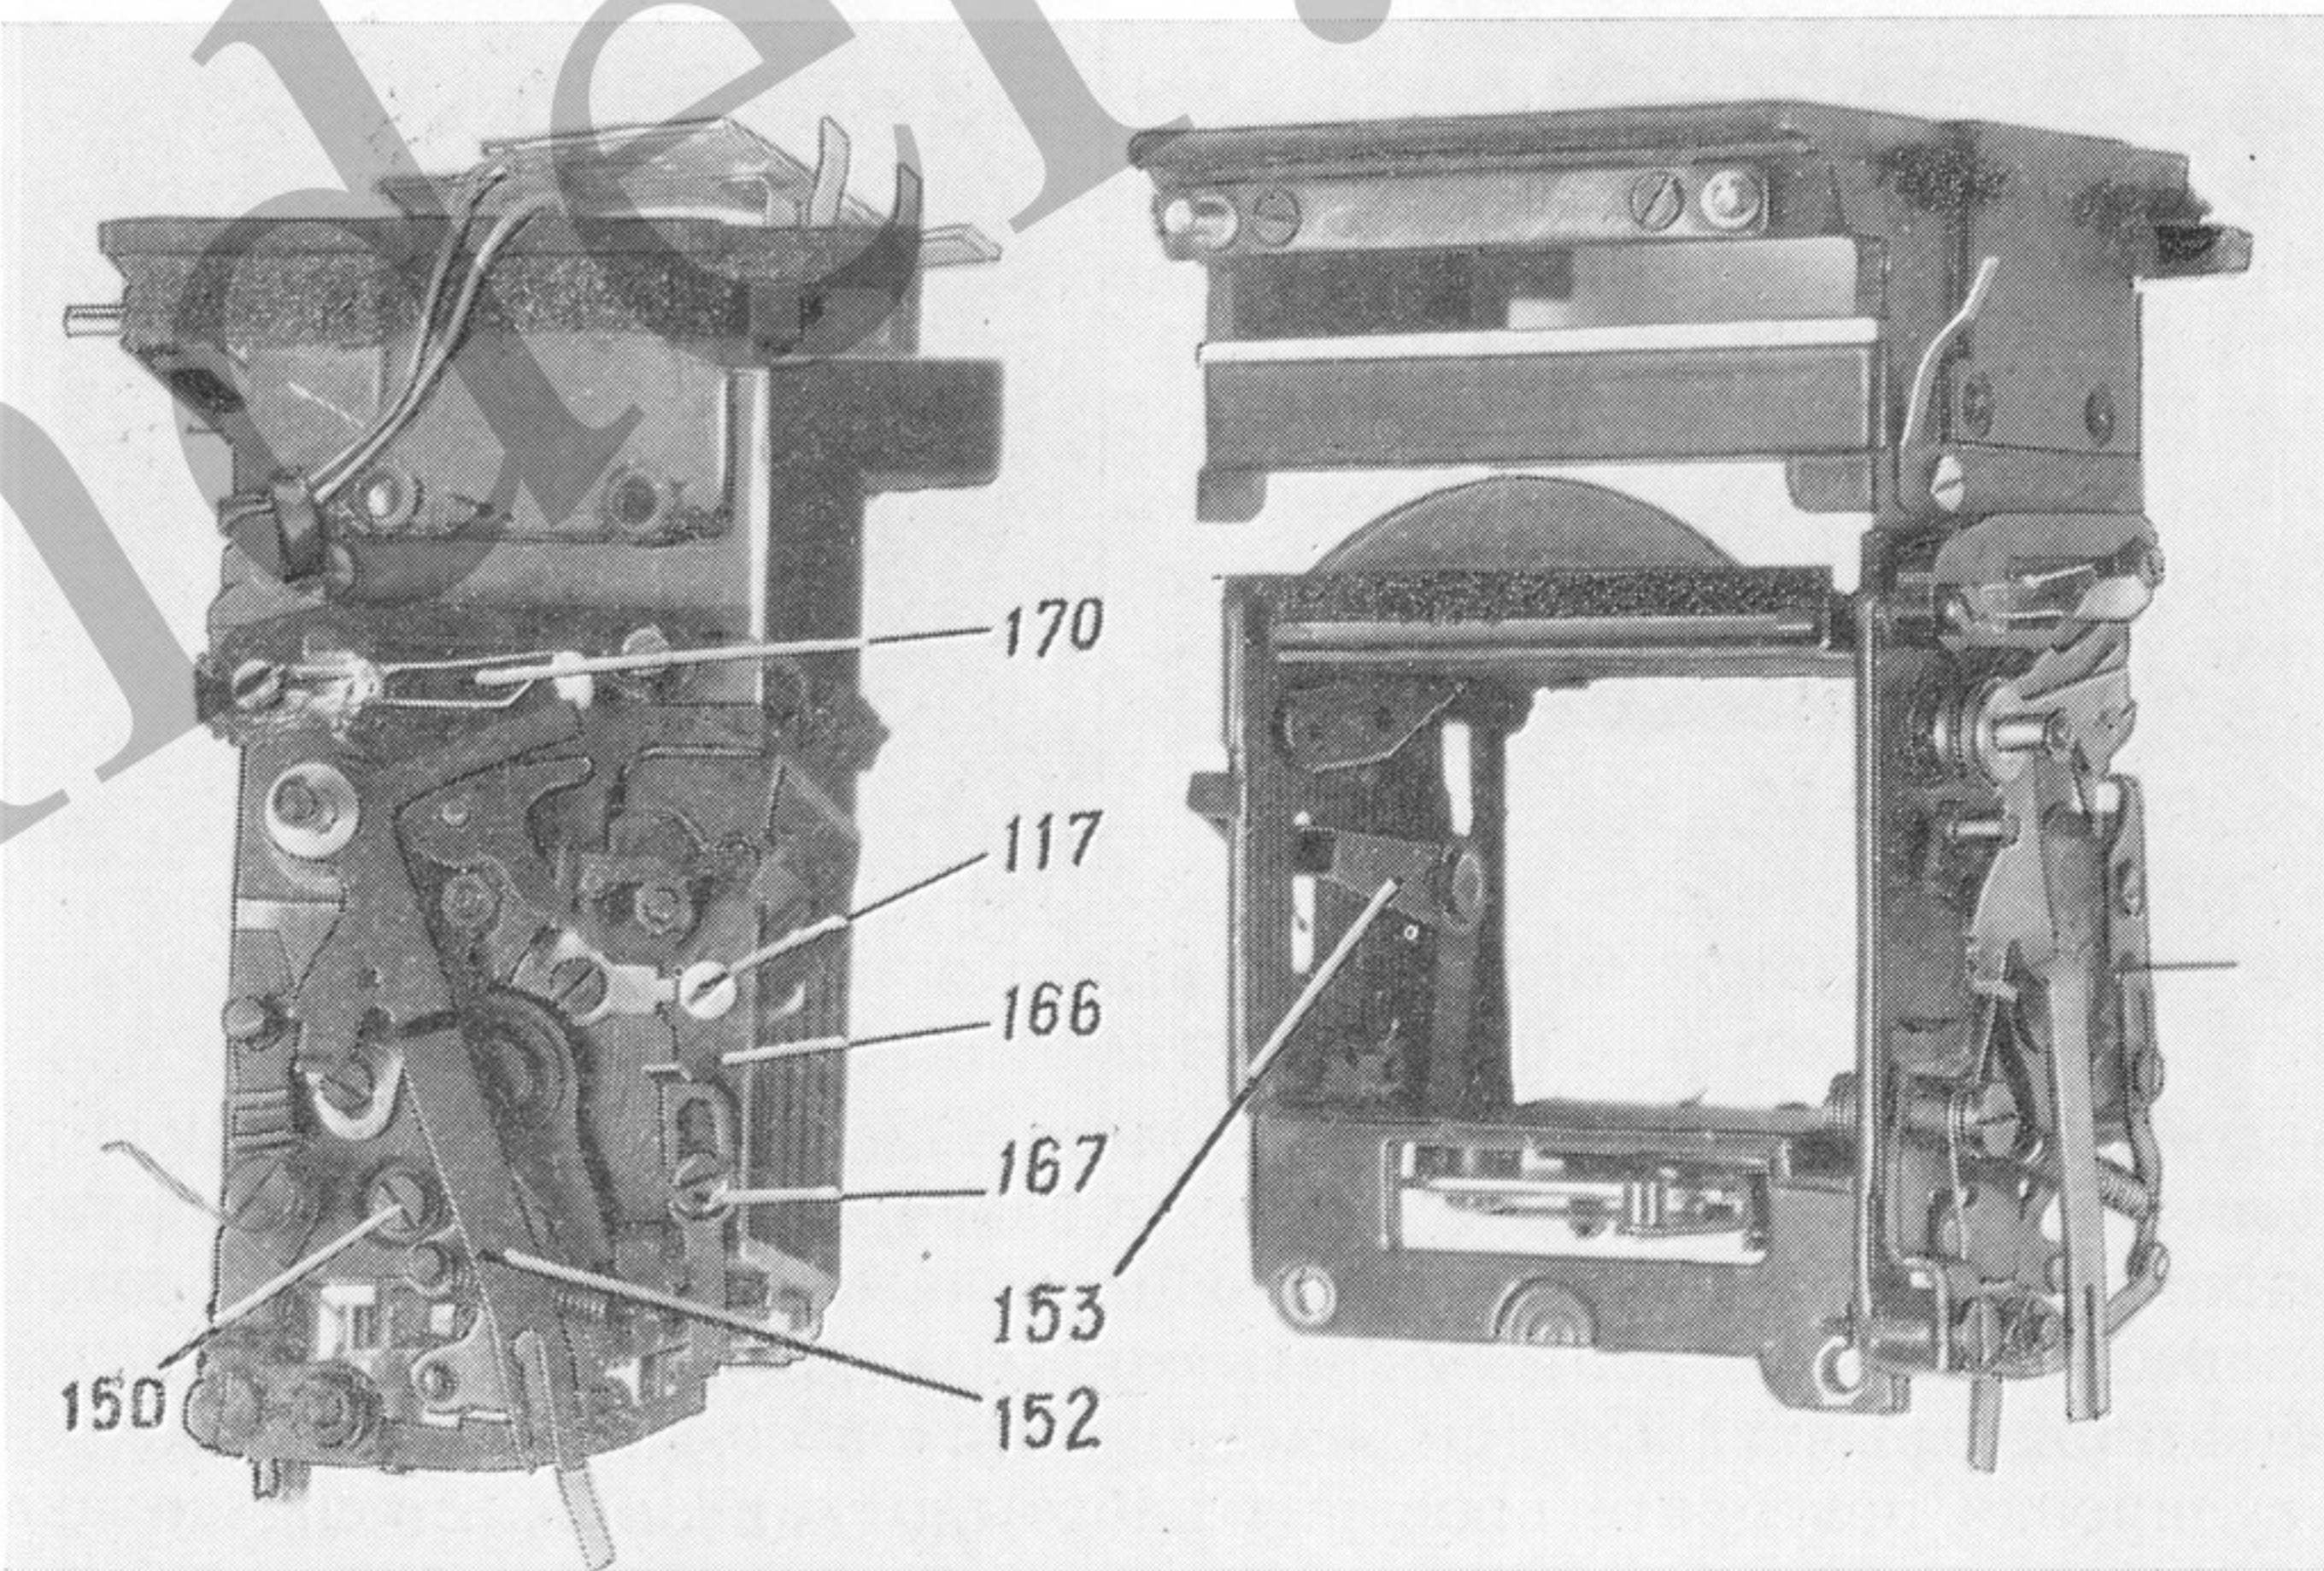
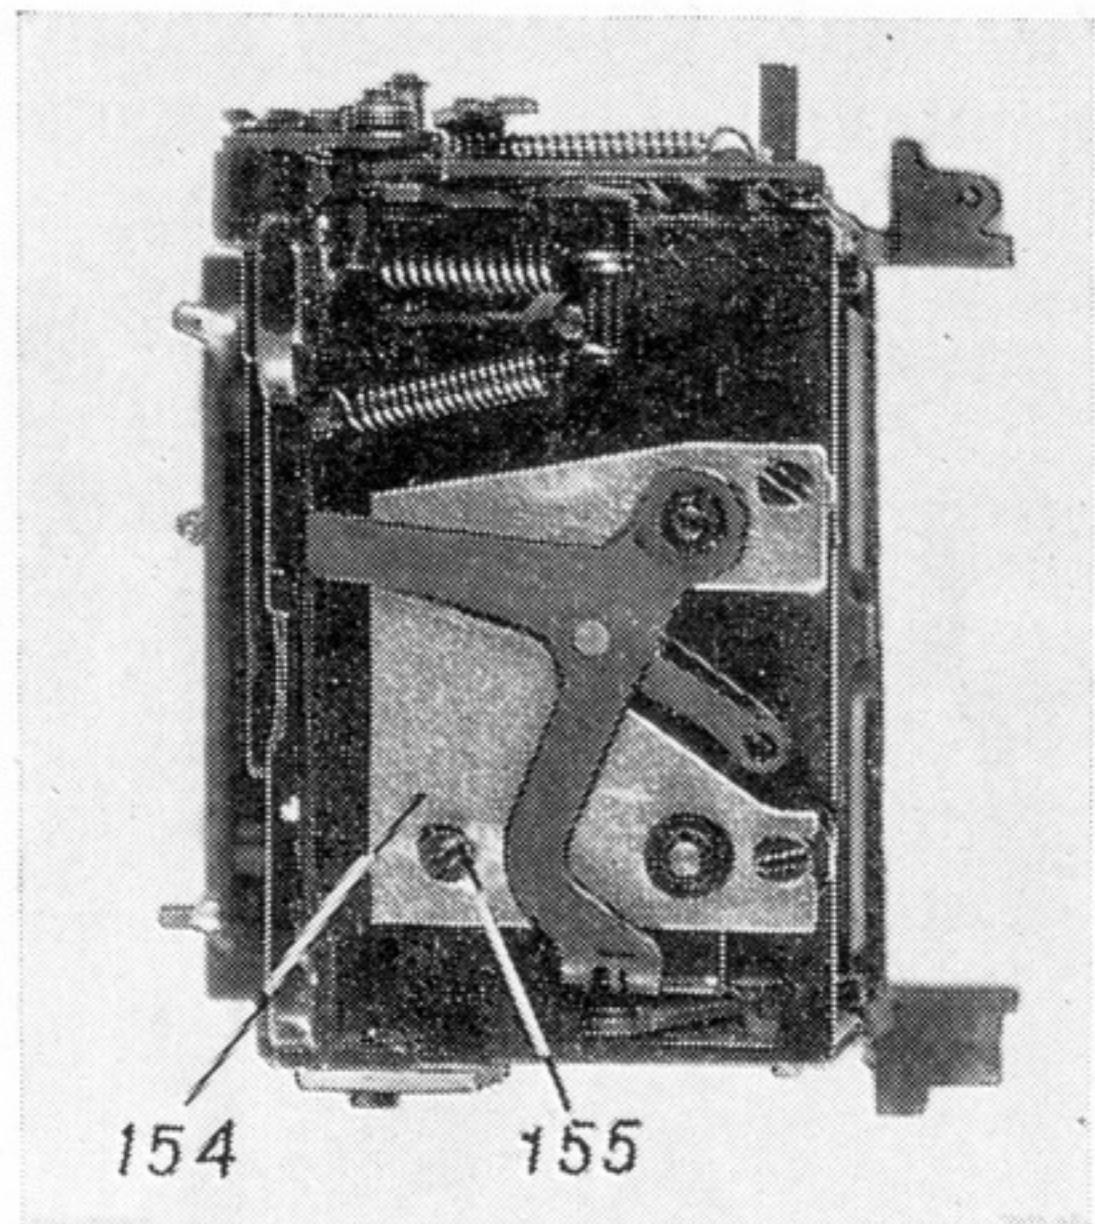

Рис. 18
Рис. 19
7.20. Проверьте и, в случае необходимости, выставьте зеркало механизма 40 под углом  $45^\circ \pm 30'$  с помощью эксцентрика 150 (см. рис. 18).
При нажиме на спусковой шток до упора должны производиться спуск механизмов зеркала, и затвора и одновременно блокировка штока от повторного нажатия. Регулировку производите подгибкой рычага 152 (см. рис. 18) механизма зеркала и перемещением рычага 48 (см. рис. 10) при отпущеных крепежных винтах. После регулировки затяните винты. Выставьте рычаг 153 (см. рис. 18) механизма зеркала, управляющий диафрагмой объектива, разворотом платы 154 (см. рис. 19) при отпущеных крепежных винтах 155.
Закройте затвор фотоаппарата. Наблюдая в окуляр контрольного прибора, добейтесь максимальной резкости автоколлимационного изображения марки прибора подвижкой и разворотом зеркала, которые осуществляются путем разворота регулировочной платы 166 (см. рис. 18) на винтах 167 и поворота эксцентрика 159. Нажмите на рукоятку контрольного прибора. Снимите при фокусировке не менее трех отсчетов по шкале, определите среднее арифметическое значение. Определите разность полученных средних арифметических значений, которая определяет несоответствие ра-
7.28. Проверьте работу кнопки «репетитора» 176 (см. рис. 1), при нажатии которой рычаг 153 (см. рис. 18), поворачиваясь, освобождает поводок объектива, управляющий установкой диафрагмы. Для проверки работы поводка объектива совместно с кнопкой «репетитора» установите на объективе значение диафрагмы «22», нажмите кнопку «репетитора» до упора и держите в таком положении. Установите объектив на фотоаппарат, закрепите его на байонете, значение диафрагмы при этом не должно измениться.
Закройте затвор. Наблюдая в визир, измерьте его поле по вертикали и горизонтали и сравните его с полем, видимым в кадровом окне. Совместите поле визира с полем кадра заклоном зеркала с помощью эксцентрика 150 (см. рис. 18).
7.34. Проверьте работу кнопки «репетитора»; убедитесь, что при ее нажатии рычаг 53 (см. рис. 18), поворачиваясь, освобождает поводок объектива, управляющий установкой диафрагмы. Для проверки работы поводка объектива совместно с кнопкой «репетитора» установите на объективе значение диафрагмы «22», нажмите
Установите крышку на корпус фотоаппарата. Установите спусковую кнопку 30 в верхнее положение с помощью винта 178 (см. рис. 8) спускового штока, при этом спусковой шток должен быть на упоре в крайнем верхнем положении. При нажатии спусковой кнопки до упора должны произойти спуск механизмов зеркала, затвора и одновременно блокировка спусковой кнопки от повторного нажатия, пауза между спуском механизма и блокировкой кнопки должна быть минимальной. Регулировку производите подгибкой рычага 152 (см. рис. 18).